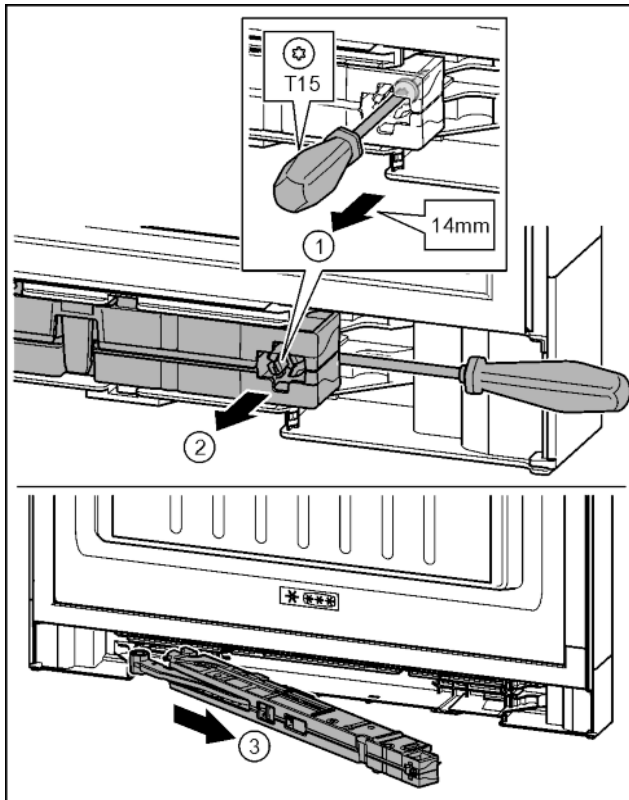

Fig. 17
- ▶ Schraube an Schließdämpfereinheit mit Schraubendreher T15 ca. 14 mm lösen. Fig. 17 (1)
- ▶ Mit Schraubendreher griffseitig hinter Schließdämpfereinheit fahren. Einheit nach vorn drehen. Fig. 17 (2)
- ▶ Einheit herausziehen. Fig. 17 (3)